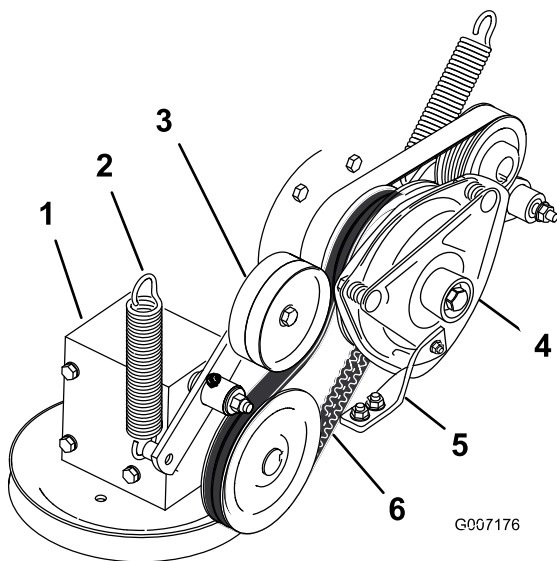

Figura 63
4. Togliete la molla di tensione dal braccio di rinvio (Figura 63).
7. Montate la cinghia di trasmissione della PDF attorno alla puleggia della frizione ed alla puleggia degli ingranaggi (Figura 63).
9. Montate la molla sul braccio di rinvio (Figura 63).